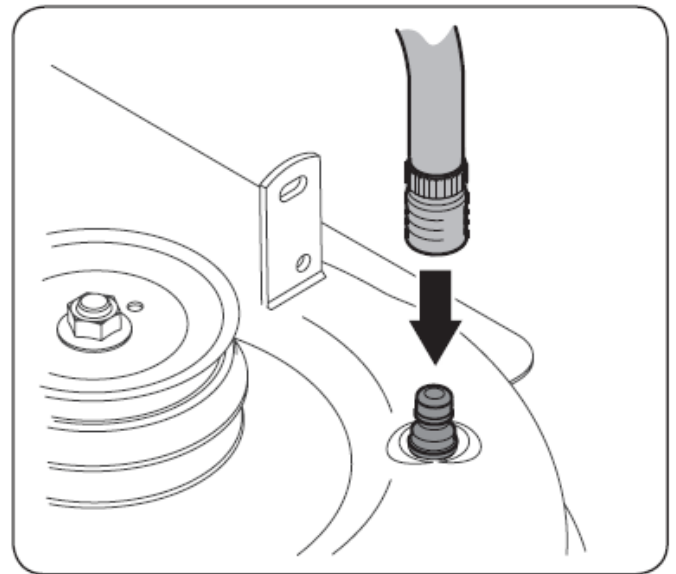

Figure 6-3
3. Attachez le coupleur du boyau à la sortie d'eau sur la surface de votre plateau. Consultez la Fig. 6-3.